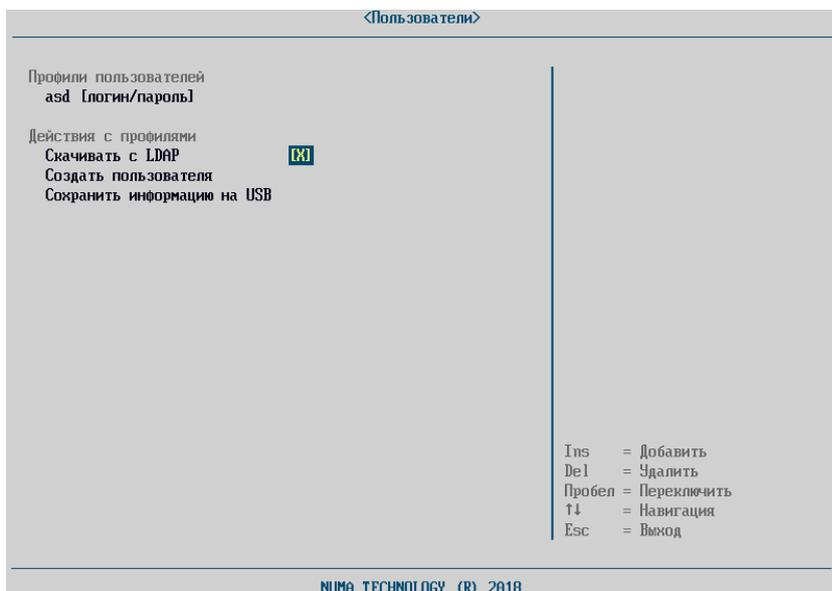

Рисунок 65 – Установка признака «Скачивать с LDAP»
- выставить флаг «Скачивать с LDAP» (см. рисунок 65);